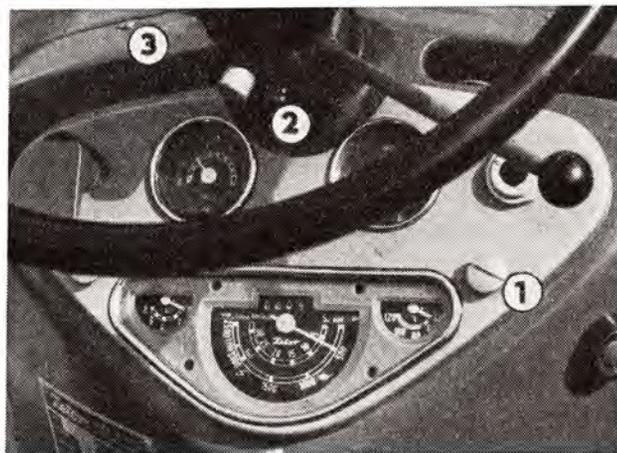

Abb. 55
7. Zwei Schrauben M 8 am Instrumentenbrett (Abb. 55/1) sind aususchrauben und das Brett ist etwas nach oben zu ziehen. Durch die entstandene Lücke sind der Antrieb des Betriebsstundenzählers, das Rohr des Druckanzeigers, der Öldruckanzeiger zu lösen, die Erdung ist vom Relais abzutrennen und der Schmierkopf (Abb. 55/2)
10. Sechs Schrauben M 5 (Abb. 55/3), die das Paneel zum Behälter festhalten, sind auszuschauben und das Paneel samt Hebel ist von der Lenksäule abzuziehen.